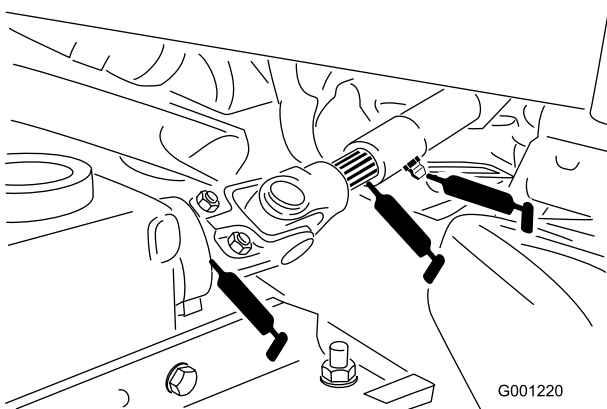

Bild 37
- Universelle ZWA-Welle (Bild 37)